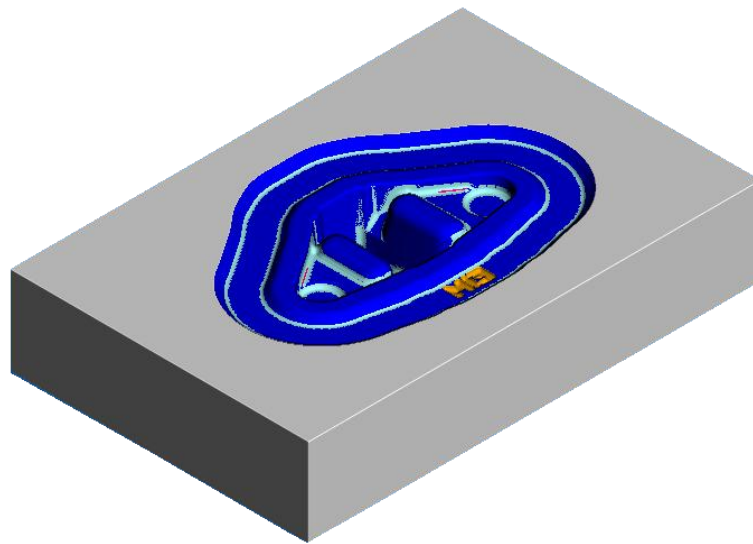

Figura 2.231 Simulación de maquinado.
- Hacer clic en el botón Activar , permitiendo que la simulación se lleve a cabo hasta el final (Figura 2.231).